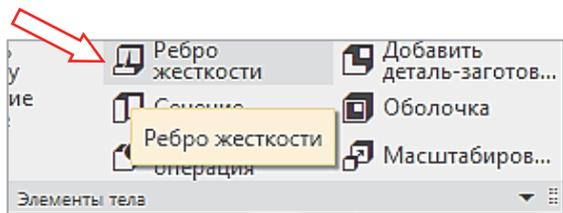

Рис. 5.11
4. В **Дереве модели** указать этот эскиз, на ленте инструментов выбрать команду **Элементы тела** → **Ребро жесткости** (рис. 5.11).